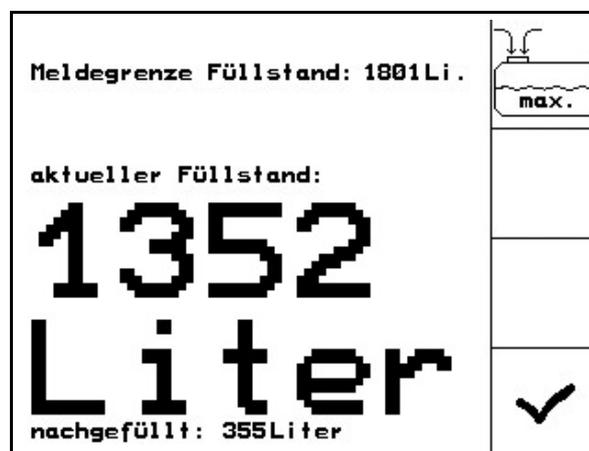

Fig. 65
1.  Menü Befüllen aufrufen (Fig. 65).